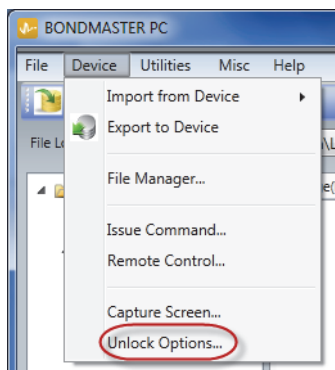

図 7-21 Unlock Options (ロック解除オプション) コマンド
1. BondMaster PC ソフトウェアの **Device** (デバイス) メニューで、**Unlock Options** (ロック解除オプション) を選択します (215 ページの図 7-21 参照)。